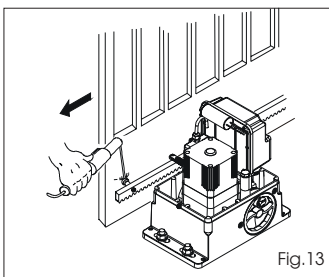

Fig. 13
- 3) Apoye sobre el piñón la primera pieza de cremallera a nivel y suelde el trinquete roscado en la cancela como se indica en la Fig. 13.